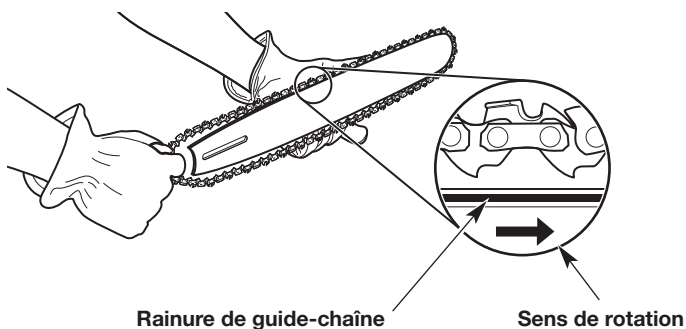

Fig. 30
2. Faites entrer la chaîne dans la rainure du guide-chaîne (Fig. 30). Assurez-vous que les couteaux pointent dans le bon sens de rotation (Fig. 30). Gardez une boucle de chaîne à l'extrémité arrière du guide-chaîne (Fig.30).